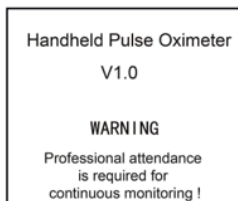

Figura 4.1
- Premere a lungo il tasto “” Accensione/Tasto sinistro per 1-2 secondi per accendere il pulsossimetro. Il pulsossimetro effettuerà un self-test, quindi verrà mostrato il messaggio di avvertimento “Professional attendance is required for continuous monitoring!” e la versione del software, come mostrato nella figura 4.1 (fare riferimento al vostro pulsossimetro per la versione corrente).